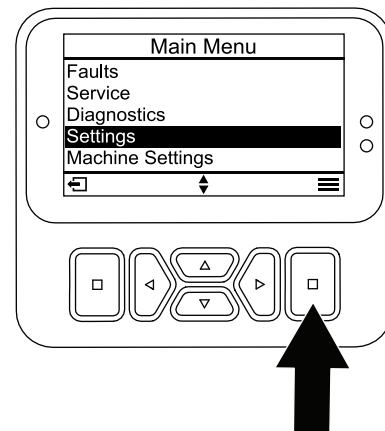

Figure 33
1. Depuis le MENU PRINCIPAL, naviguez jusqu'au menu RÉGLAGES et appuyez sur le bouton de sélection (Figure 33).